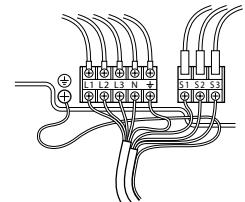

Fig. 6-2
### 6.1. Dış ünite (Fig. 6-1, Fig. 6-2)
① Servis panelini söküp.
② Fig. 6-1 ve Fig. 6-2'ye bakarak kabloları bağlayın.